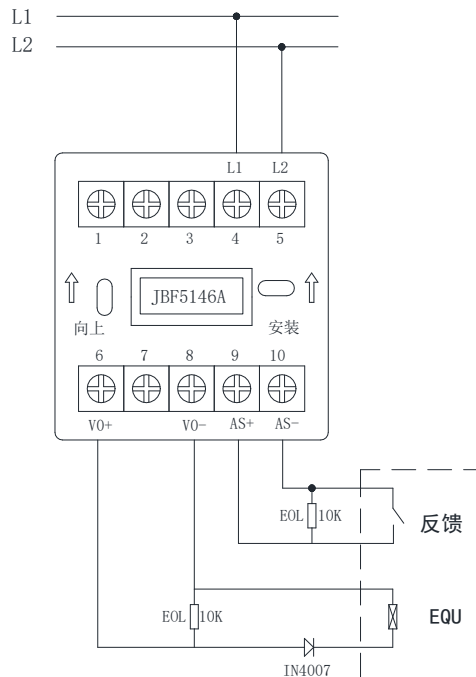

图 3 接线示意图
- ◆ VO+（端子 6）、VO-（端子 8）：接被控设备，模块启动后 VO+（端子 6）和 VO-（端子 8）输出最大能量：脉冲输出 DC24V/60mA/120s，然后持续输出 DC12V/16mA/4h，见图 3。